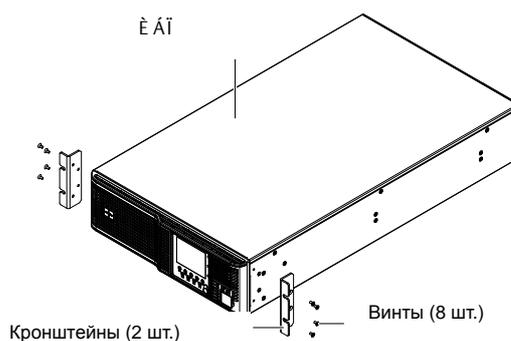

Рис. 2-4 Монтаж кронштейнов
1. Используя винты М4*10, закрепите два кронштейна (принадлежности) на монтажных отверстиях на обеих сторонах передней панели ИБП, как показано на Рис. 2-4.